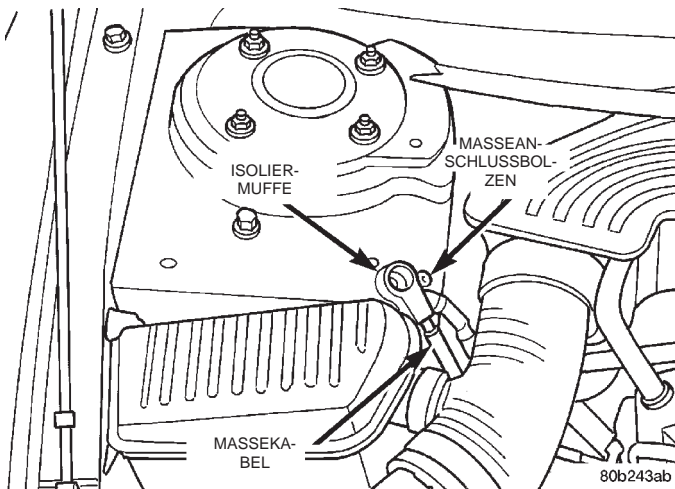

Abb. 16 Korrekt isoliertes Massekabel
(1) Massekabel der Batterie vom Masseanschlussbolzen am Federbeindom abschrauben. Zur Isolierung die Isoliermuffe des Kabels auf den Masseanschlussbolzen schrauben (Abb. 16).